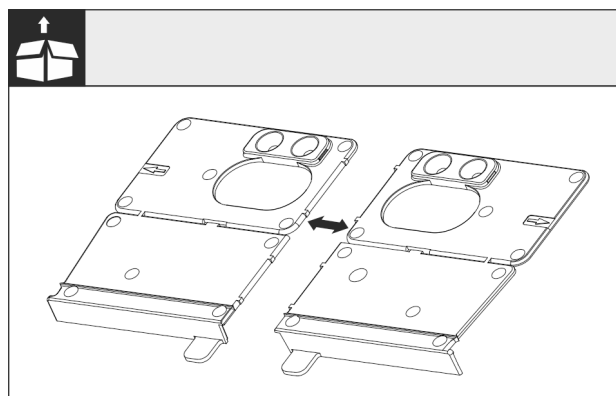

Fig. 24
- Adskil bundmonteringsvinklen Fig. 24 () i perforeringen.